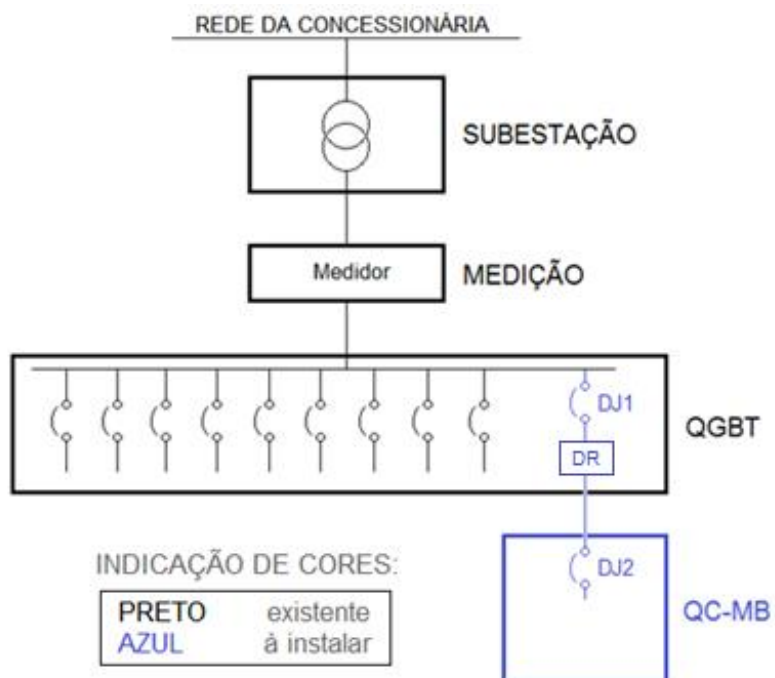

Figura 1 - Diagrama unifilar simplificado
Com a previsão de instalação dos novos elementos à infraestrutura já existente, pode ser estabelecida a representação esquemática simplificada unifilar da instalação elétrica como na Figura 1. Conforme indicado em azul, será incluído no QGBT o disjuntor termomagnético trifásico (DJ1) e o disjuntor residual tetrapolar (DR), respectivamente para proteção do novo alimentador do novo quadro de motobomba (QC-MB) e para proteção pessoal aos usuários daquele trecho da instalação.